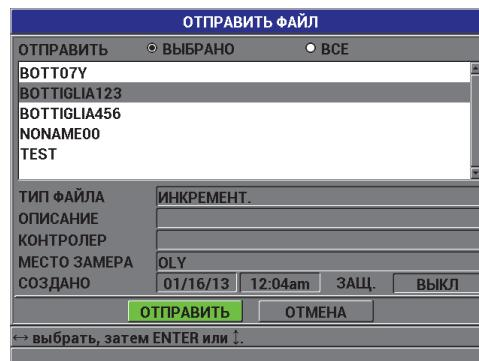

Рис. 8-4 Экран ОТПРАВИТЬ ФАЙЛ
3. В окне **ОТПРАВИТЬ ФАЙЛ** (см. Рис. 8-4 на стр. 152):